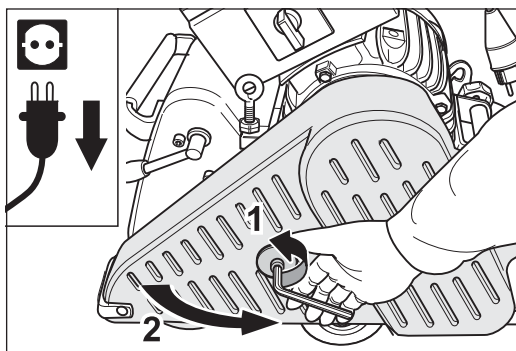

Abb. 50 Den Netzstecker aus der Steckdose ziehen und den Riemenschutz öffnen.
- 5 Öffnen Sie den Riemenschutz (Abb. 50).